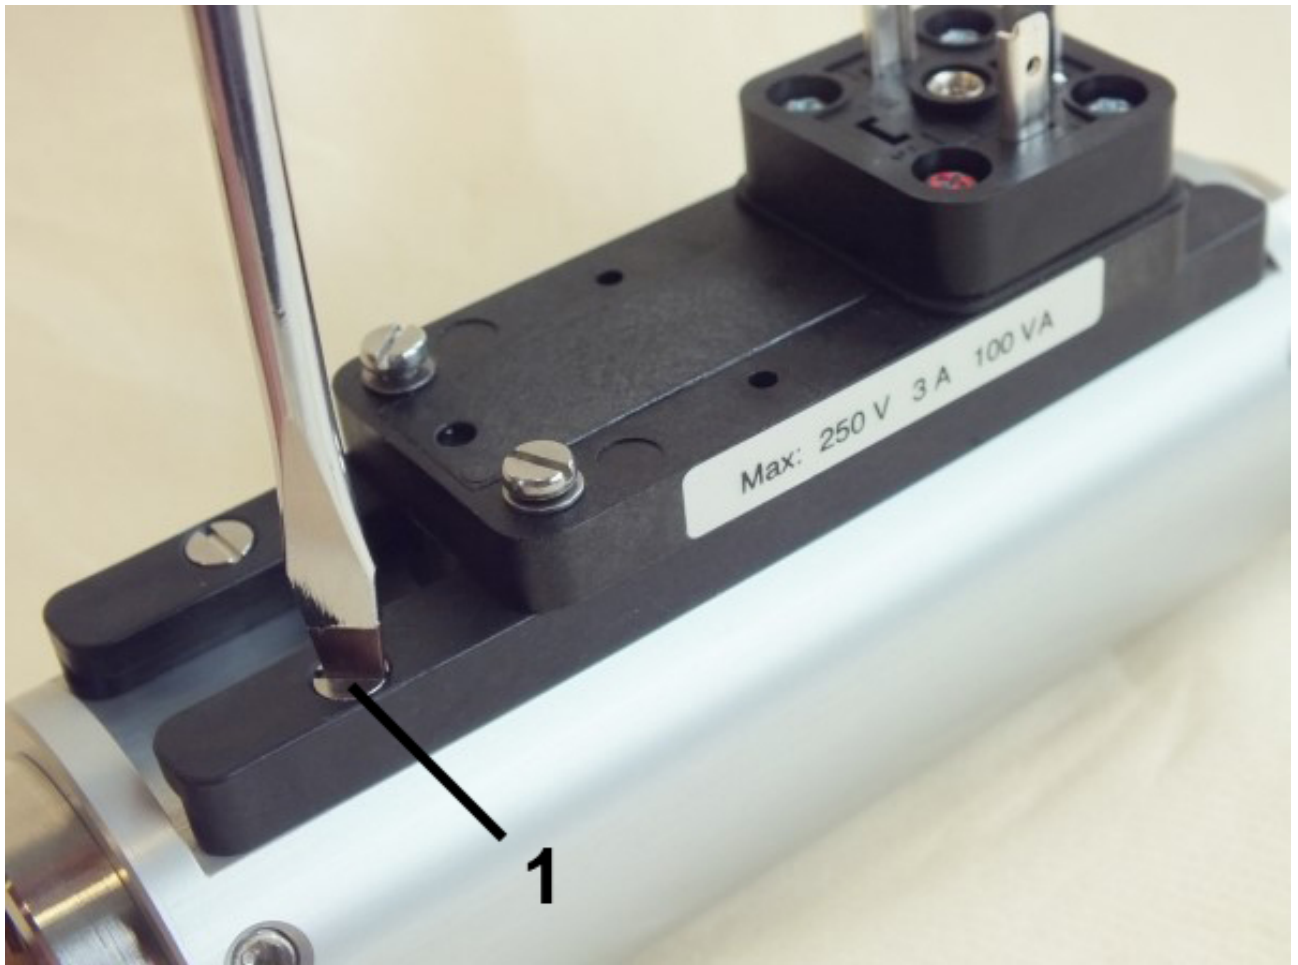

Abb. 66: Führungsleiste lösen
- 4.** ➤ Eine der beiden Schrauben (*Abb. 66/1*) der Führungsleisten lösen
9. ➤ Führungsleiste (Abb. 66/1) festschrauben